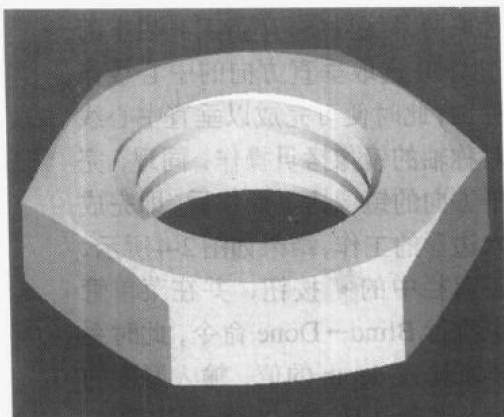
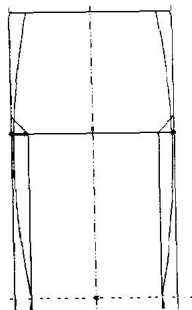
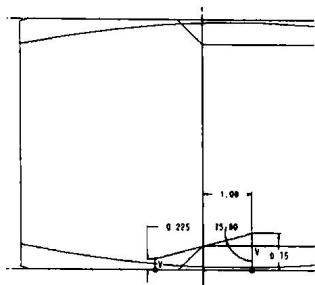
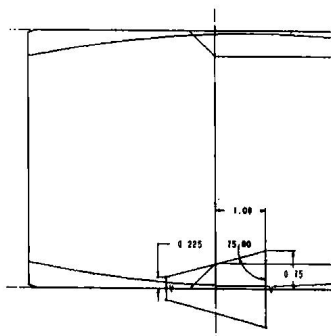

图 2-1 六角螺母
图 2-9 螺纹轮廓线
图 2-10 螺纹半截面
图 2-11 螺纹截面
本例制作六角螺母，效果如图 2-1 所示。
8. 制作螺纹。执行菜单管理器中的 PART→Feature→Create→Cut→Advanced→Solid→Done 命令,在出现的菜单管理器中执行 Helical Swp→Done 命令和 Constant→Thru Axis→Right Handed→Done 命令。选取螺栓截面为 RIGHT,执行菜单管理器中的 Okay→Default 命令。选取螺母的轴线和圆柱的边界作为参考线,此时的绘图平面如图 2-9 所示。单击工具栏中的
按钮, 绘制一条与内圆柱边重合且长度一样的螺纹外形轮廓线, 如图 2-9 所示。单击工具栏中的  按钮, 绘制一条与圆柱轴线重合的中心线。单击工具栏中的  按钮, 在输入框中输入螺距 1.5, 确认后, 在出现的截面中绘制螺纹平面。单击工具栏中的  按钮, 在螺母剖面的一端绘制如图 2-10 所示的三条线段。单击工具栏中的  按钮, 选取要标注尺寸的两条边后, 单击鼠标中键标注角度尺寸。按图 2-10 所示修改尺寸, 长边长度为 0.75, 短边长度为 0.225, 长边距圆柱边界为 1, 角度为  $75^\circ$ 。绘制一条与圆柱边界重合的水平中心线。按住  $\langle \text{Shift} \rangle$  键, 依次选中要拷贝的三条直线后, 单击工具栏中的  按钮后, 选择中心线, 镜像拷贝后的牙型效果如图 2-11 所示。单击工具栏中  按钮后, 再执行菜单管理器中的 Okay 命令, 最后单击 CUT: Helical Sweep 对话框中的 OK 按钮完成本例的创作。最终的效果如图 2-1 所示。